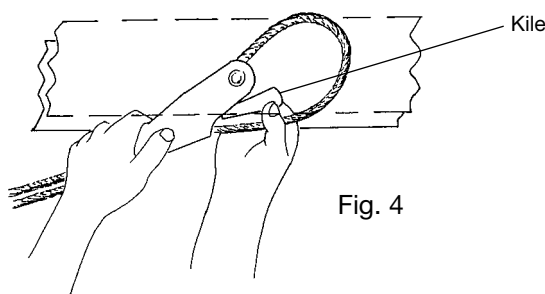
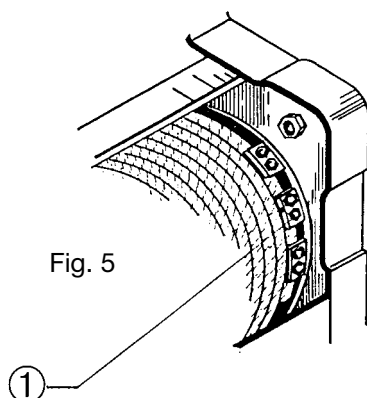

Fig. 4
Fig. 5
For demontering af wiren: fjern hovedkilen (Fig. 4), og tag derefter enden af wiren ud af beslaget, og fjern wiren fra blokskiven og muligt vekselhjul. Træk wiren fuldstændigt ud af tromlen ved at trykke på "ned" knappen på kontrolpanelet indtil tromlens ende. Løsn skrueene på wiren fastgørelsesklemmer (fig. 5).
Montering af ny wiser: Sæt wiseren i den sidste fastgørelsesklemme, og lad ca. 40 mm af enden af wiseren stikke ud; stram klamskrue (fig. 5 - pos. 1) stram wiseren indtil den mases og fastgør de andre klamskrues.